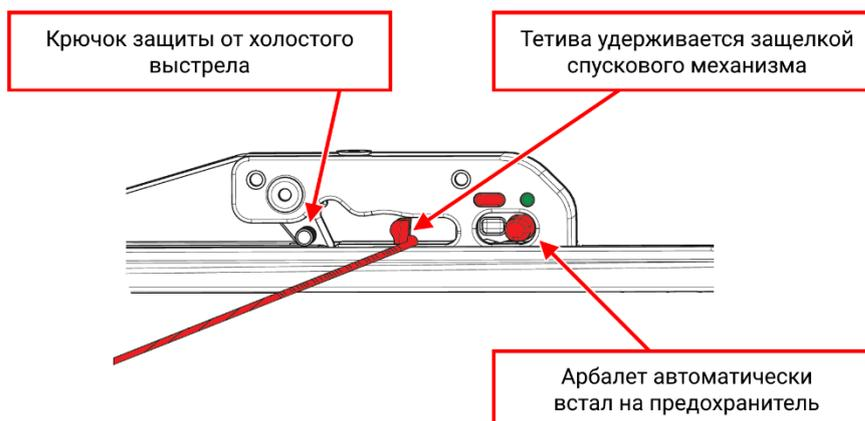

Рис.11
5. Тетива должна пройти под крючком защиты от холостого выстрела (крючок свободно пропустит тетиву) и с щелчком сцепиться с защелкой спускового механизма (Рис.11). Арбалет автоматически встанет на предохранитель (положение рычажка в зеленой зоне).